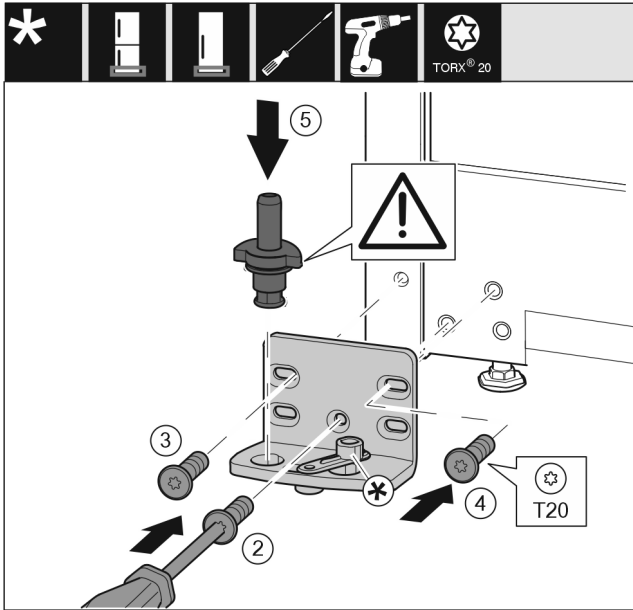

Fig. 36
- ▶ Helyezze fel a csapágybakot a másik oldalra, és húzza meg T20 csavarhúzóval. Alul közepén a 2 számmal jelölt csavarral kezdjen. Fig. 36 (2)
- ▶ Húzza meg a 3 és 4 számmal jelölt csavart. Fig. 36 (3,4)
- ▶ Helyezze be teljesen a csapszeget. Közben ügyeljen arra, hogy a bekattanó bütyök hátrafelé mutasson. Fig. 36 (5)
- ▶ Helyezze fel a csapágybakot a másik oldalra, és húzza meg T20 csavarhúzóval. Alul közepén a 2 számmal jelölt csavarral kezdjen. (2)
- ▶ Fordítsa el 180°-kal a záráscsillapítót. Csavarozza fel a T20 csavarhúzóval a csapágybak másik oldalára. (5)
- ▶ Helyezze be teljesen a csapszeget. Közben ügyeljen arra, hogy a bekattanó bütyök hátrafelé mutasson. (6)